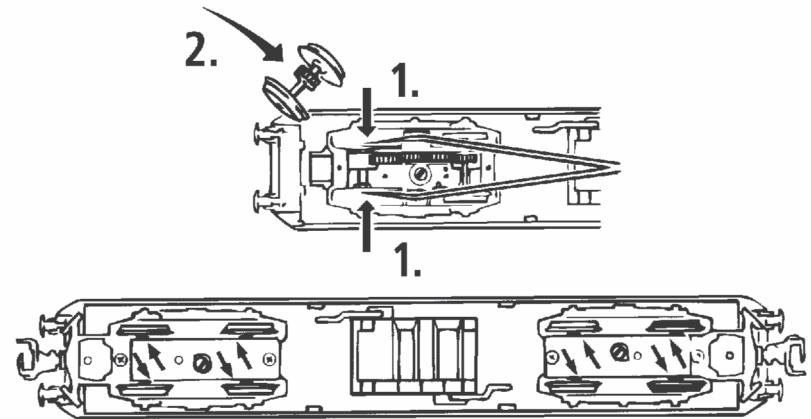

Fig. 6
**3. Haftreifenwechsel:** Zuerst den Getriebedeckel abnehmen (Fig. 4). Danach den **Radsatz** herausnehmen und die **Haftreifen** mit einer Nadel od. mit einem feinen Schraubendreher abziehen (Fig. 6). Beim Aufziehen der neuen Haftreifen darauf achten, dass diese sich nicht verdrehen.
**3. Change of traction tyre:** Remove the gear cover (fig. 4). Take out **wheel set** and remove **traction tyre** using a pin or a fine screwdriver (fig. 6). When pressing on the new traction tyre please **avoid twisting it**.
**3. Échange des bandages d'adhérence:** Démontez d'abord **le couvercle du carter des engrenages** des engrenages (fig. 4). Délogez ensuite les essieux bandagés et enlevez, à l'aide d'une aiguille ou d'un tournevis fin, les bandages d'adhérence (fig. 6). Lors du montage des nouveaux bandages veuillez veiller à ce que les bandages **ne soient pas tordu**.